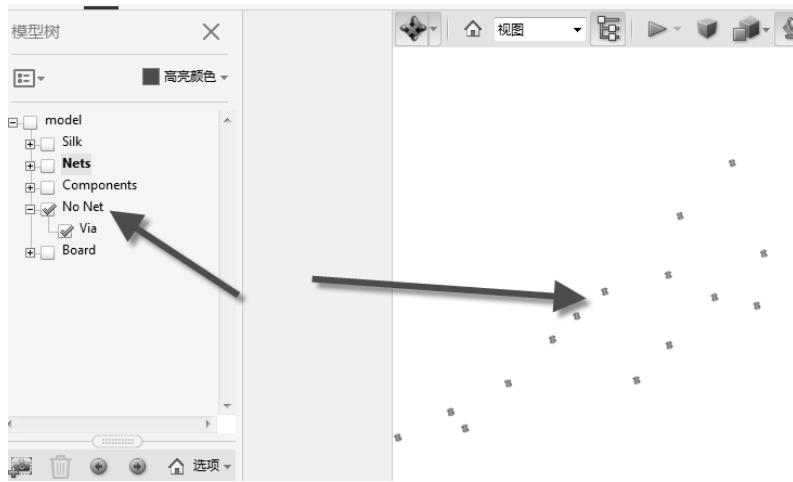

图 12-48 No Net 检查
(5) 3D PDF 还可以协助检查 PCB 的一些常规性能，如 No Net。单击图 12-48 中的“No Net”选项，就可以高亮显示出来，再到 PCB 中更正即可。